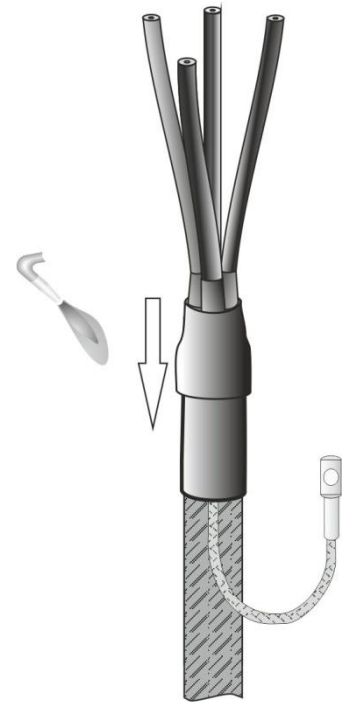

Рис.7
6. Манжету кабеля прогреть пламенем газовой горелки до температуры 50-60 °С, сблизить жилы кабеля и надеть термоусаживаемую перчатку так, чтобы каждая жила попала в отверстие соответствующего “пальца”. Продвинуть перчатку как можно ближе к корешку разделки кабеля. Усадить перчатку, начиная от “пальцев” сначала на жилы, а затем к “юбке” перчатки. После усадки перчатка должна плотно облепать манжету и трубки на жилах кабеля. По периметру “юбки” и “пальцев” перчатки должен быть заметен выступивший расплавленный клей(Рис. 7). Обезжирить перчатку после остывания.